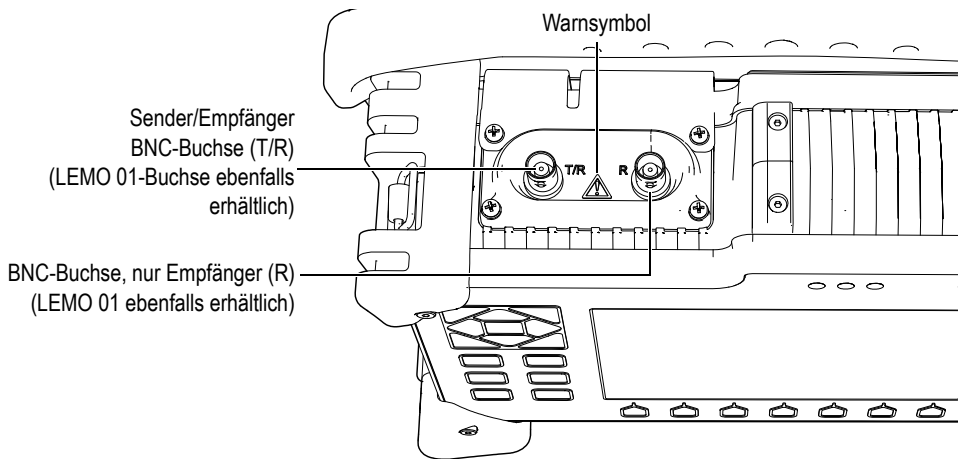

Abbildung 1-7 Lage der Schallkopfbuchsen für konventionellen Ultraschall
Die Schallkopfbuchsen für konventionellen Ultraschall befinden sich oben links an dem Gerät. Die beiden Buchsen sind leicht von der Vorderseite des Geräts aus zu erreichen (siehe Abbildung 1-7 auf Seite 28).
Den inneren Stift der BNC-Buchse (oder der LEMO®-Buchse) nicht berühren um die Gefahr eines elektrischen Schlags zu vermeiden. An diesem Stift können bis zu 475 V anliegen. Das Warnsymbol zwischen der Sender/Empfängerbuchse (T/R) und der Empfängerbuchse (R) zeigt diese Gefahr eines elektrischen Schlags an (siehe Abbildung 1-7 auf Seite 28).